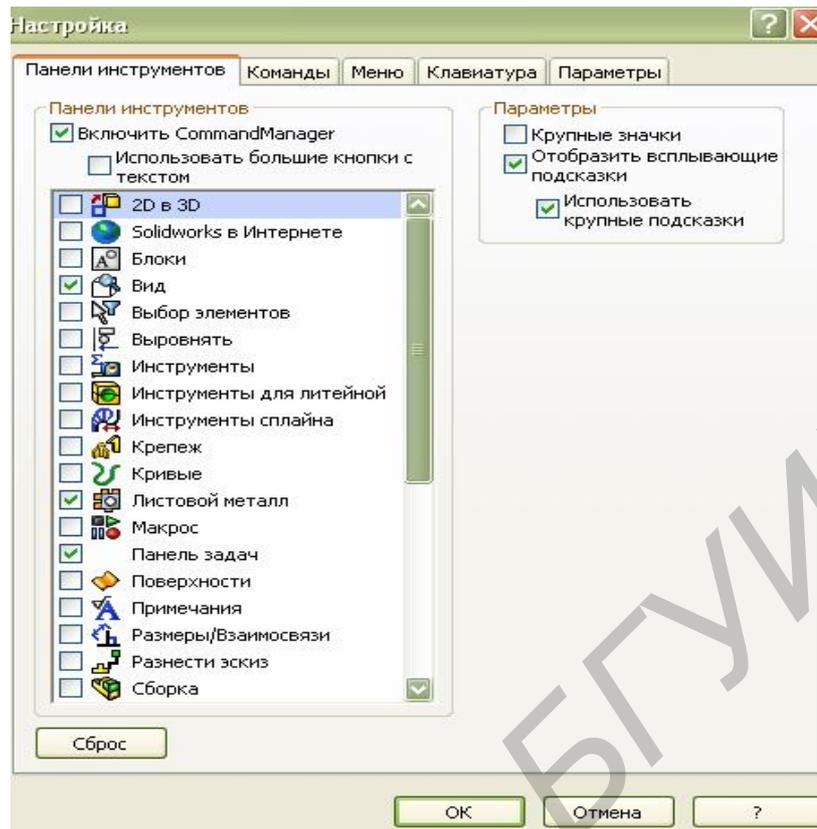

Рисунок 17 – Диалоговое окно Настройка/Панели инструментов
2. Во вкладке ***Toolbars*** (Панели инструментов) диалогового окна ***Customize*** (Настройка) выбрать параметры ***Show tooltips*** (Отобразить всплывающие подсказки) и ***Auto-activate sketch toolbars*** (Автоматическая активизация инструментов для эскиза), выбрать панели инструментов: ***Features*** (Элементы); ***Reference Geometry*** (Справочная геометрия); ***Sketch*** (Эскиз); ***Sketch Relations*** (Взаимосвязи эскиза); ***Sketch Tools*** (Инструменты эскиза); ***Standard*** (Стандартная); ***Standard Views*** (Стандартные виды); ***View*** (Вид) (рисунок 17).